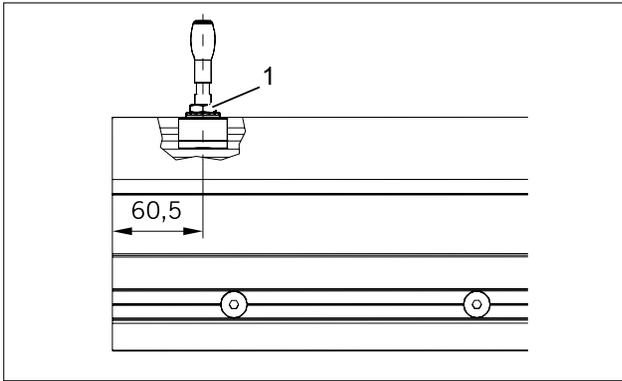

Abb. 22 Tragklotz ausrichten
8. Tragklotz achsmittig in der oberen Türschiene auf 60,5 mm Abstand zum Rand ausrichten (Abb. 22).
9. Mutter (Abb. 22/1) am Tragklotz mit einem 17-mm-Maulschlüssel festziehen.